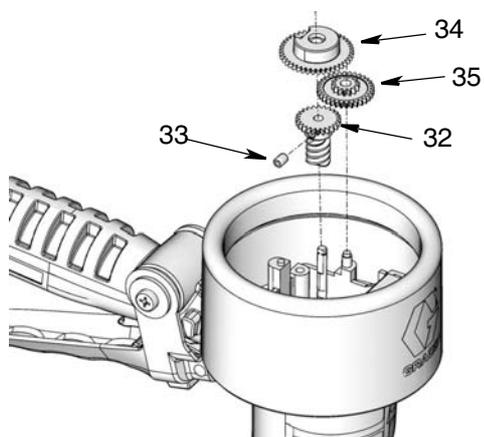

ABB. 21
- Die Zahnräder (32, 34, 35) wie in ABB. 21 dargestellt installieren. Die Zahnrad-Stellschraube (33) mit einem 2mm-Sechskantschlüssel festziehen.